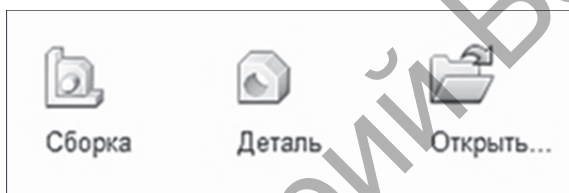

Рисунок 2.1
1. Для создания модели новой детали выполните команду «Файл→Создать» или щёлкните на кнопке «Создать на стандартной панели» и в открывшемся окне в качестве типа нового документа выберите вариант «Деталь» (рис. 2.1).